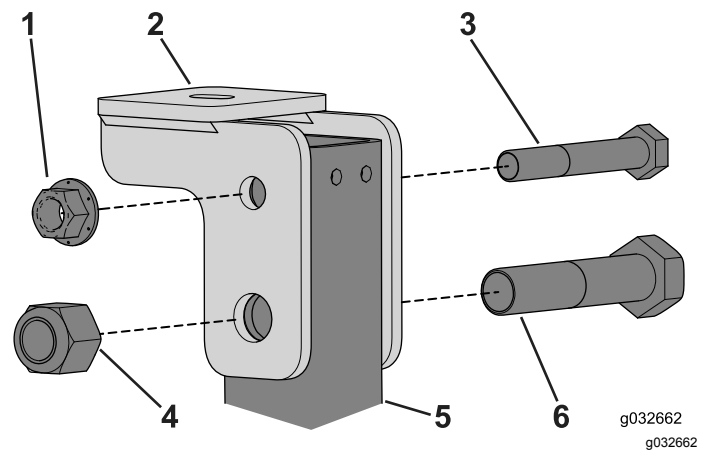

Figura 71
2. Utilice los pernos ($\frac{1}{2}$ x $3\frac{1}{4}$ " y $\frac{3}{4}$ x $3\frac{1}{2}$ ") para instalar provisionalmente el soporte de montaje de la cabina en cada lado del tubo del ROPS (Figura 71).
- Apriete los pernos y las tuercas que sujetan los soportes de montaje de la cabina a los postes del ROPS (Figura 71).